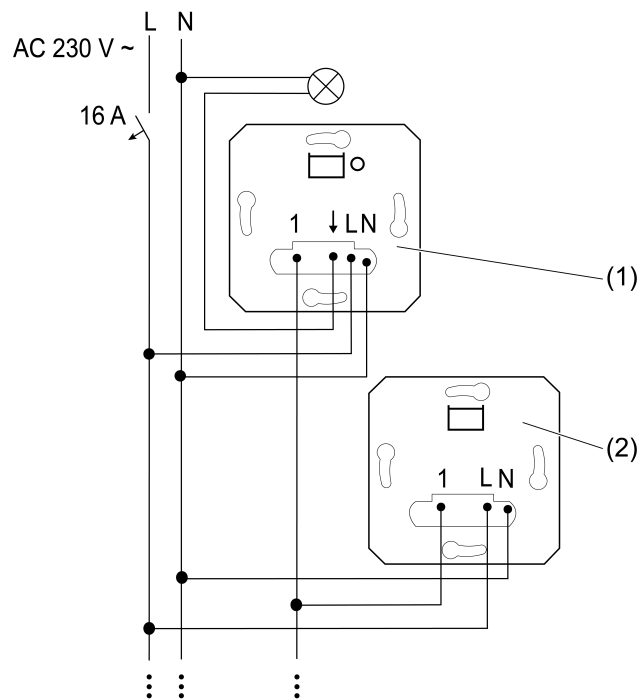
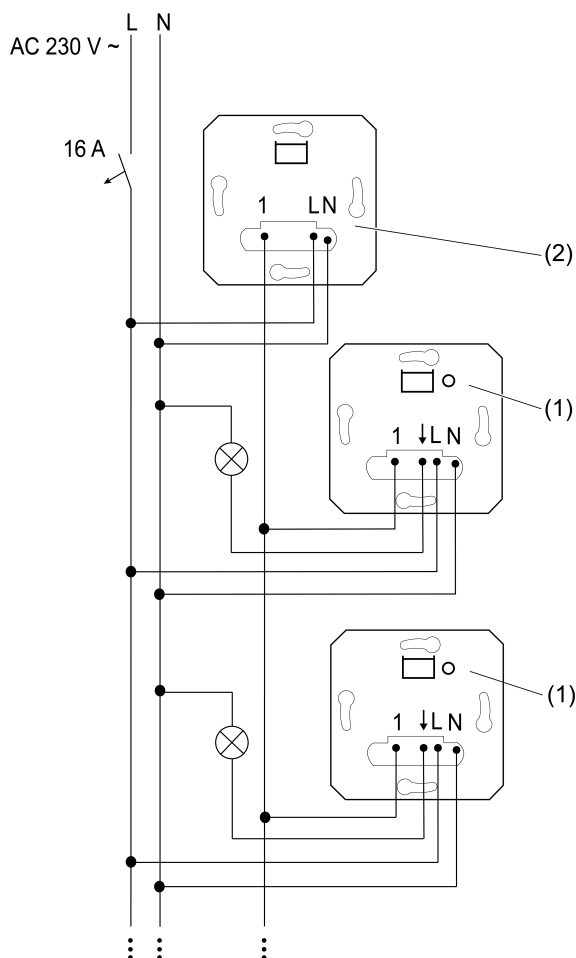
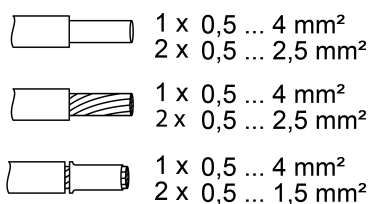

Bild 1: Anslutningsschema tretrådiga sidoenheter till en huvudenhet
Bild 2: Anslutningsschema för flera huvudenheter till en tretrådig sidoenhet för central styrning
Bild 3: Klämbara ledningsareor
i Upp till tio tretrådiga sidoenheter (2) kan anslutas till en huvudenhet (1) (Bild 1).
- i** Upp till fem lika eller olika huvudenheter (1) kan styras gemensamt av en tretrådig sidoenhet (2) (Bild 2).
- Anslut sidoenheten (2) enligt anslutningsschemat (Bild 1) och (Bild 2). Observera då de klämbara ledningsareorna (Bild 3).